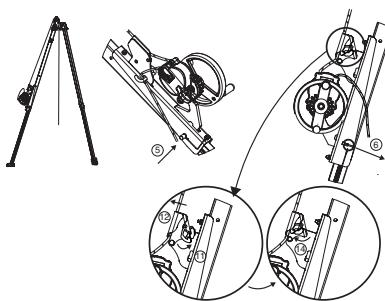

Fig. 9
IMPORTANT: Attention au sens de montage: le bloqueur de drisse doit être dirigé vers le haut du trépied tracpode (Fig. 9).
- Mettre en place la broche d'amarrage de la console pour appareil Derope™ UP R. Cette broche d'amarrage remplit deux fonctions: verrouillage de la jambe du trépied tracpode et amarrage de la console pour appareil Derope™ UP R sur cette jambe (Fig. 9, 5).
- Verrouiller la broche d'amarrage par la goupille clips (Fig. 9, 6).
- Ouvrir le coinceur de drisse de la console (Fig. 9, 11).
- Introduire la drisse sortant de l'appareil Derope™ dans le coinceur de drisse de la console (Fig. 9, 12).
- Fermer le coinceur de drisse (Fig. 9, 14).